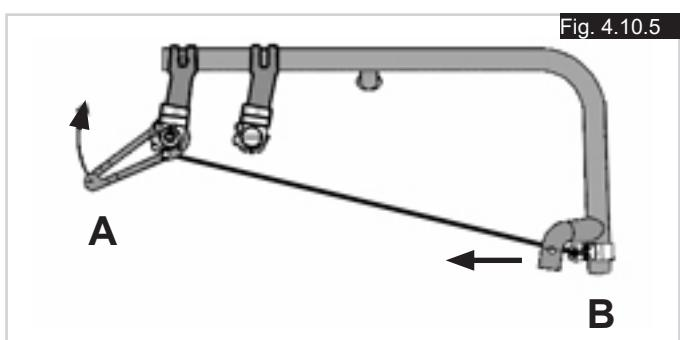

Fig. 4.10.5
- Flyt spændingsværktøjet, (A), opad indtil receptoren og det forreste rør, (B), så småt begynder at bevæge sig imod bagsiden, (Fig. 4.10.5).
- Hold kablet spændt med spændingsværktøjet, og stram skruen på det bagerste kabels receptor, (Fig. 4.10.5).